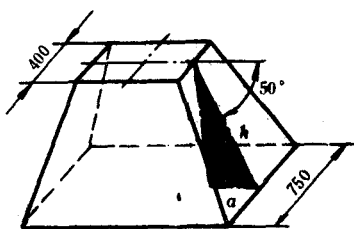

图 1-25 正四棱截锥台
6. 正四棱截锥台的上底边长为 400mm 正方形, 下底边长为 750mm 的正方形, 见图 1-25. 试求侧面高 h 。